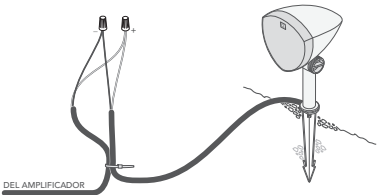

Figura 6
2. Empezando por el altavoz más alejado del amplificador, pele 3/4 de pulgada de aislamiento en el extremo cortado de los cables de entierro para el canal de amplificador apropiado, según las tablas siguientes; a continuación, pele el aislamiento de los extremos del cable flexible del altavoz correspondiente (ver figura 6).
3. Conecte el cable de entierro al cable flexible del altavoz con una brida de alambre (ver figura 6).